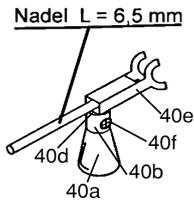

Abbildung 8
**Bauteilgruppe 40** (drei 2-cm Flak Einzellafetten, 40 - 40f) auf Bogen 1a, Abbildung 8